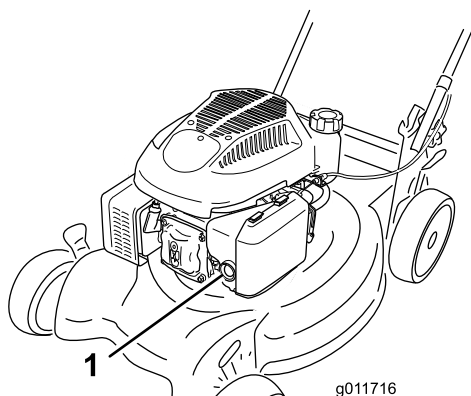

Рисунок 10
1. Резко нажмите 3 раза кнопку заливного насоса большим пальцем, каждый раз на секунду удерживая ее в нажатом состоянии перед отпусканием (Рисунок 10).